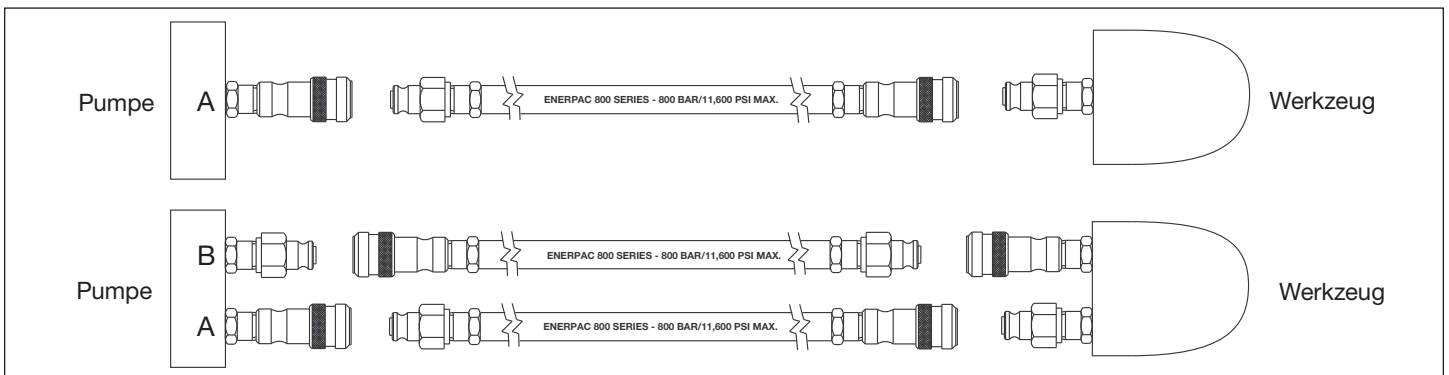

Abbildung 4 - Anschlüsse an den Drehmomentschlüssel
2. Verbinden Sie das andere Schlauchende mit dem Kopplungsstück am Schlüssel, wie in Abb. 4 dargestellt. Drehen Sie die Sicherheitsringe mit der Hand fest.
2. Verkopplern Sie die Schläuche mit dem Drehmomentschlüssel, wie in Abb. 4 dargestellt. Drehen Sie die Sicherheitsringe mit der Hand fest. Die Schläuche und Kopplungsstücke der Serie 800 für die Nutzung der Enerpac Pumpen- und Drehmomentschlüssel-Kombination sind so konzipiert, dass der Vorlaufanschluss der Pumpe nur mit dem Vorlaufanschluss des Drehmomentschlüssels und der Rücklaufanschluss der Pumpe nur mit dem Rücklaufanschluss des Drehmomentschlüssels verbunden werden kann.